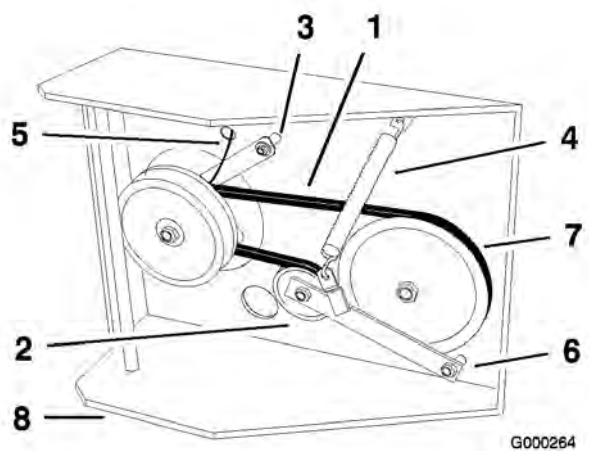

Figura 47
6. Desconecte el tirante del embrague de la plataforma del motor (Figura 47).
7. Desenganche el muelle tensor del lado del bastidor (Figura 47).
10. Apriete el perno del pivote 47-54 Nm (35-40 ft-lb). Coloque el muelle tensor entre el brazo de la polea tensora y el soporte del bastidor (Figura 47).
11. Instale el tirante del embrague en la plataforma del motor (Figura 47).